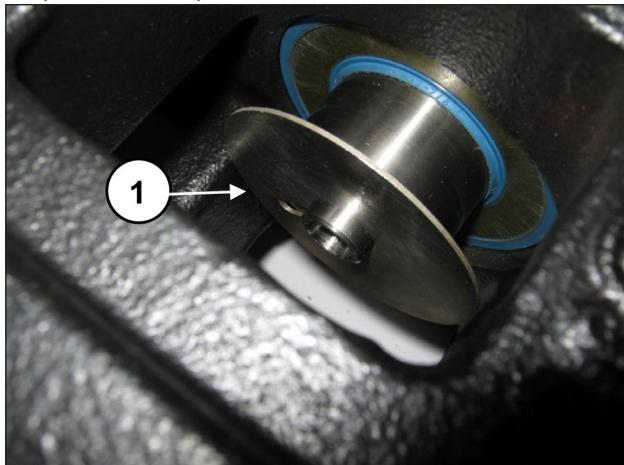

Рис. 182
Поместите брызгоотражательное кольцо в паз на направляющей поршня (поз. ①, Рис. 182).